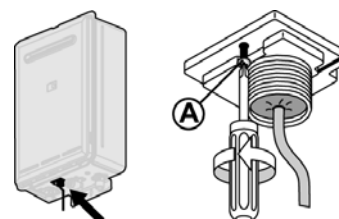

Fig.5
2. Rimuovere la vite di fissaggio del connettore rapido dei cavi posto sulla base dell'apparecchio. (Fig.5)